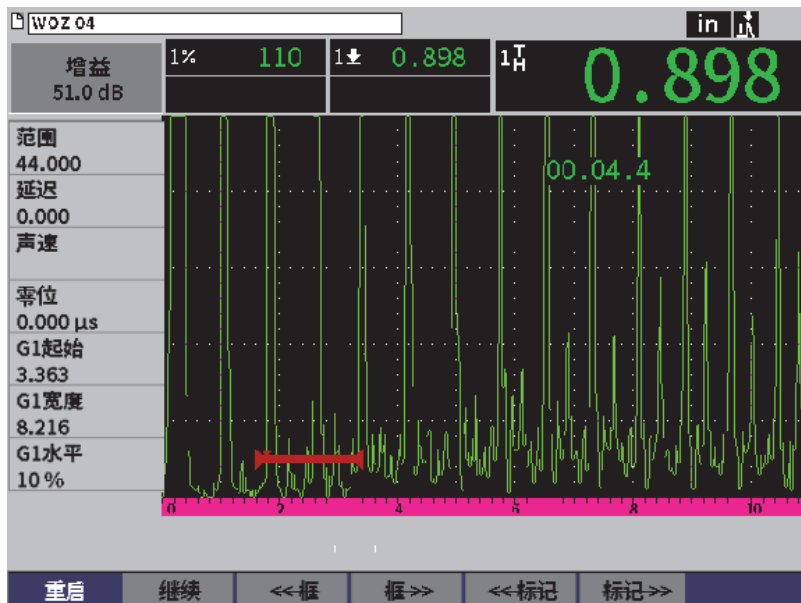

图 9-32 视频回顾设置页
3. 按确定键, 显示回顾页 (参见第 153 页的图 9-32)。